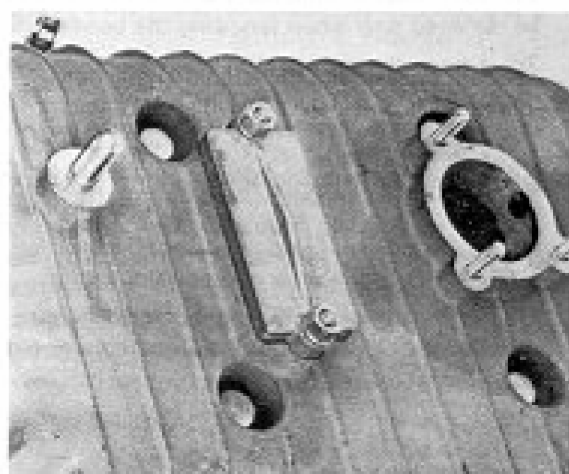
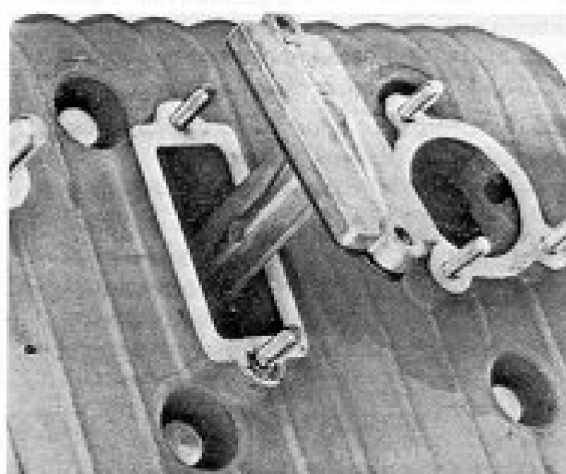

Fig. 149
Fig. 150
- Rimuovere i due dadi (Fig. 149) e sfilare l'archetto guidacatena (Fig. 150).
- Undo the two nuts (Fig. 149) and withdraw the lower chain guide (Fig. 150).